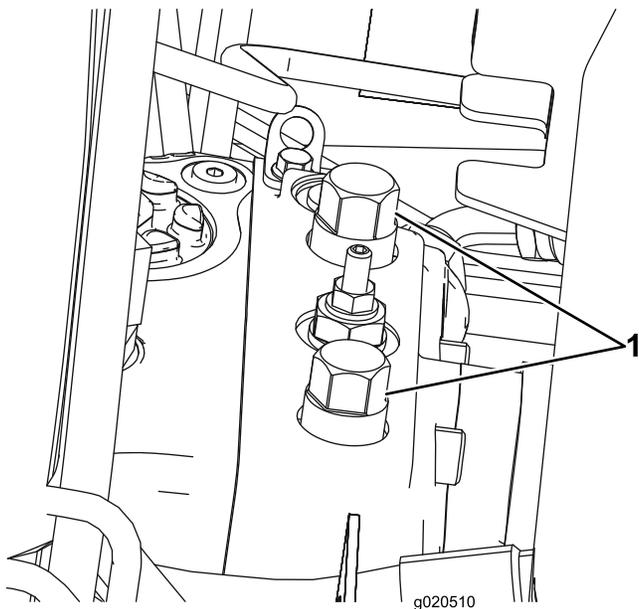

Рисунок 44
1. Откройте капот и найдите перепускные клапаны (Рисунок 44) сверху на насосе, позади ящиков для аккумуляторной батареи и хранения.